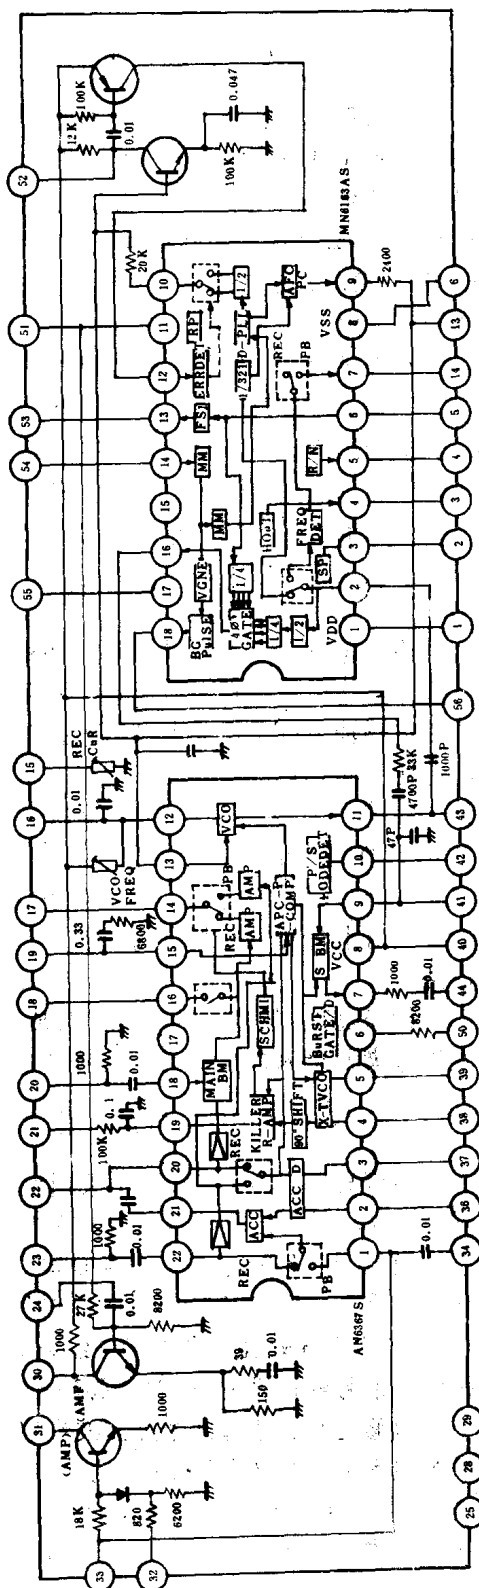

Fig 2—1—1
检修思路: 这个故障现象说明亮度通道和音频通道正常, 只是色度重放通道发生故障。G10 色度电路主要由 AN6367S 和 AN6163S 两片集成电路组成的二次集成组件 IC801 (VEFCO13) 担任。电路见图 2—1—1。由磁头放大组件送来的重放色度信号经插件 P3001 ⑦脚送主电路板上的 Q8001 反馈补偿放大器, 补偿高频成分后, 由集电极输出送至亮度与色度组件板 (VEP03391K) ⑪脚, 经 L807、L808、L809、C813、C814、C815、CR801 低通滤波电路, 分离出 627KHz 的色度信号, 从二次集成组件 IC801 ⑭脚输入, 进入 AN6367S ①脚, 再从 ②脚输出稳定的重放色度信号, 进入 ⑩脚的放大器放大, 在 ⑬脚主变换器中还原成不旋转的 4.43MHz 色度信号由 ⑬脚输出 (即 IC801 ⑬脚输出), 送 IC801 ⑭脚补偿放大后由 ⑮脚输出, 送到 4.43MHz 带通滤波器 VFL801 ⑧脚, 由 ⑥脚输出的信号送回 AN6367S ②脚放大器, 最终由 AN6367S ⑭脚输出, 送 DL8012H 延迟线 ①④脚消除邻迹串扰, 又经一系列滤波放大后进入 IC301 二次集成组件 VEFY014 ⑨脚在 AN3215S 内与重放亮度信号进行混合, 由 IC301 ⑩脚输出视频信号。